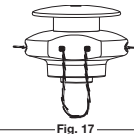

Fig. 17
2. Empuje los extremos hasta que salgan por los lados del cabezal (Fig. 17).